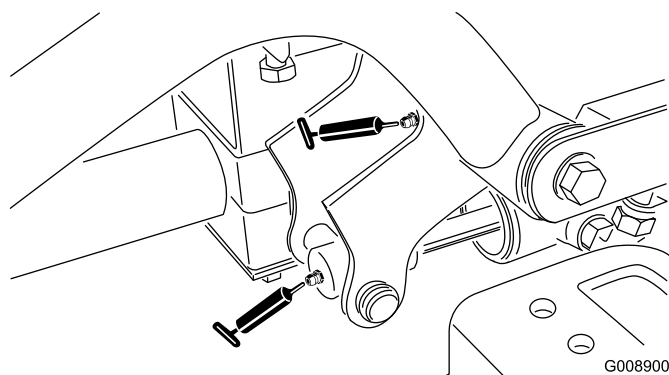

Figura 37
- Articulação do braço de elevação dianteiro esquerdo e cilindro de elevação (2) (Figura 37)